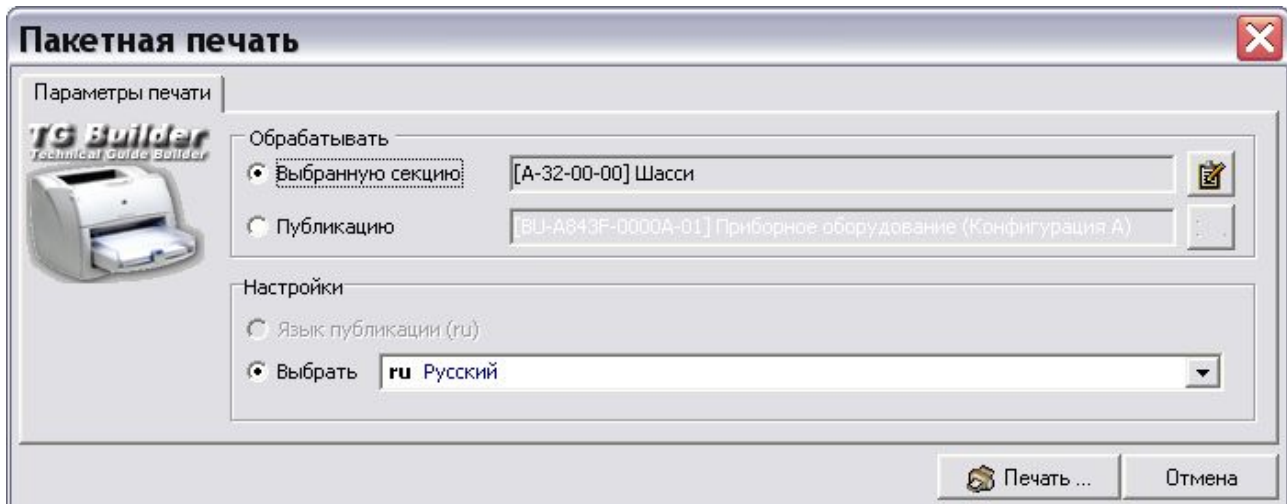

Рис. 8.115
**Пакетная печать**  откроется окно **Пакетная печать**, в котором будет включена радиокнопка **Публикацию** секции **Обрабатывать** (Рис. 8.115).
- Если предыдущей операцией была печать или экспорт раздела проекта, то после нажатия на кнопку **Пакетная печать**  откроется окно **Пакетная печать**, в котором будет включена радиокнопка **Выбранную секцию** секции **Обрабатывать** (Рис. 8.115).